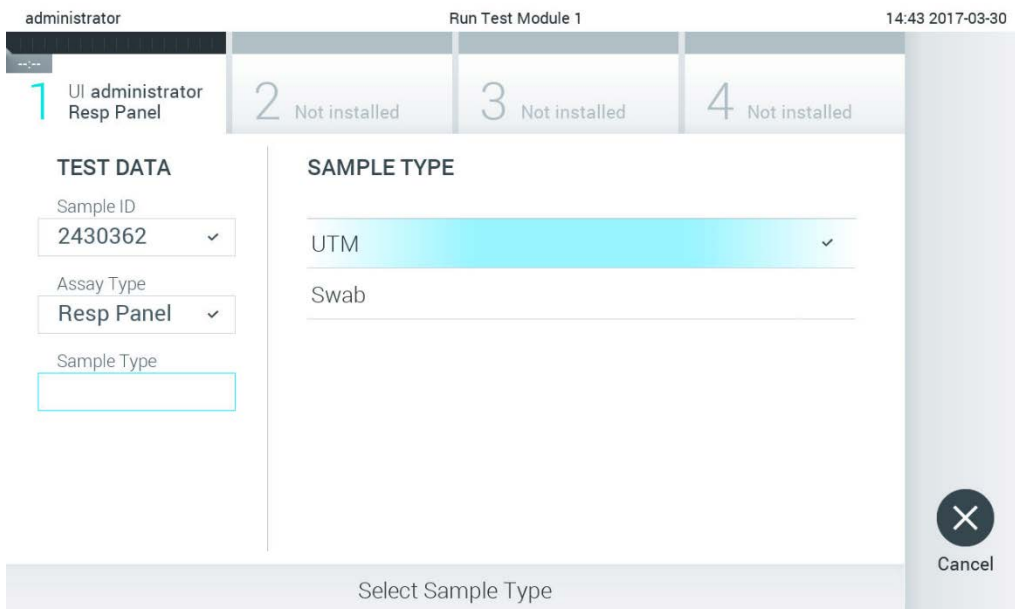

Figura 25. Seleção do tipo de amostra.
4. Se necessário, selecione o tipo de amostra adequado a partir da lista (Figura 25).